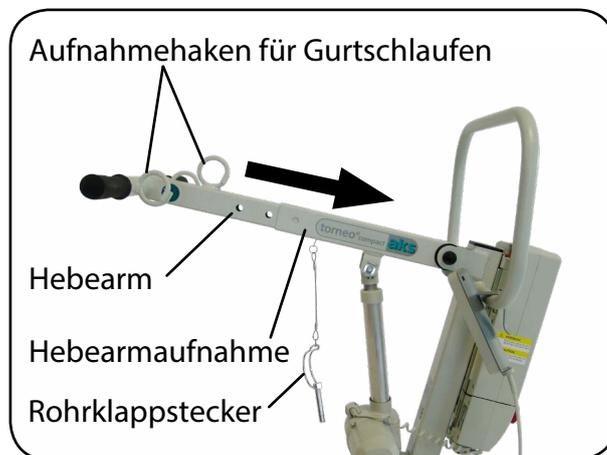

Abb. 6.2.07 – Hebearm Montage
10. Ziehen Sie den Rohrklappstecker aus der Hebearmaufnahme. Klappen Sie dazu erst den Bügel am Rohrklappstecker um (Abb. 6.2.07).
11. Stecken Sie den Hebearm in die Hebearmaufnahme. Achten Sie darauf, dass die Aufnahmehaken für Gurtschlaufen nach oben zeigen (Abb. 6.2.07). Die Konstruktion des Hebearms stellt sicher, dass er nur in der vorgesehenen Stellung in der Hebearmaufnahme montiert werden kann.